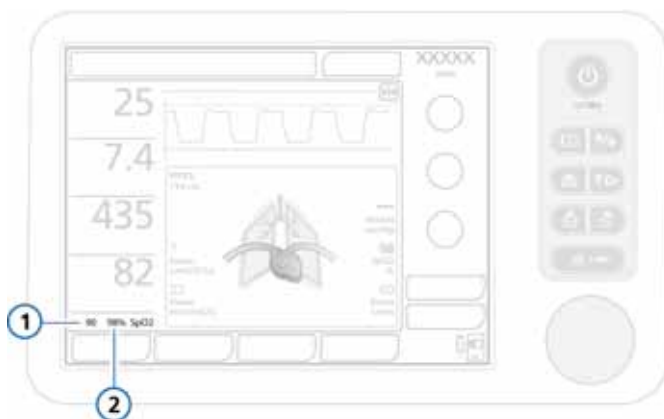

Рисунок J-5. Данные SpO2 на главном экране
Если мониторинг SpO2 включен (окно «Система» > «Датчик вк/вык»), предел тревоги для низкого уровня SpO2 и измеренное значение SpO2 постоянно выводятся под списком основных параметров мониторинга (см. рис. J-5).
- Если мониторинг SpO2 включен (окно «Система» > «Датчик вк/вык»), предел тревоги для низкого уровня SpO2 и измеренное значение SpO2 постоянно выводятся под списком основных параметров мониторинга (см. рис. J-5, раздел J.4.2).
Если мониторинг SpO2 включен (окно «Система» > «Датчик вк/вык»), предел тревоги для низкого уровня SpO2 и измеренное значение SpO2 постоянно выводятся под списком основных параметров мониторинга (см. рис. J-5, раздел J.4.2).